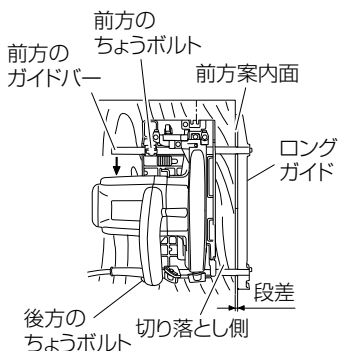

図 32
- (1) ロングガイドを取付けるときは、ガイドバーをベース側面の穴に通します。前方のガイドバーを矢印A側に寄せながら、最初に前方のちょうボルトを締付けます。次に、後方のちょうボルトを締付けます。ロングガイドの案内面には、木材の切り落とし側によるこの刃のはさみ込みを防止するため、後方に段差を設けてあります。(図 32) 切断は、ロングガイドの前方案内面に沿って作業します。